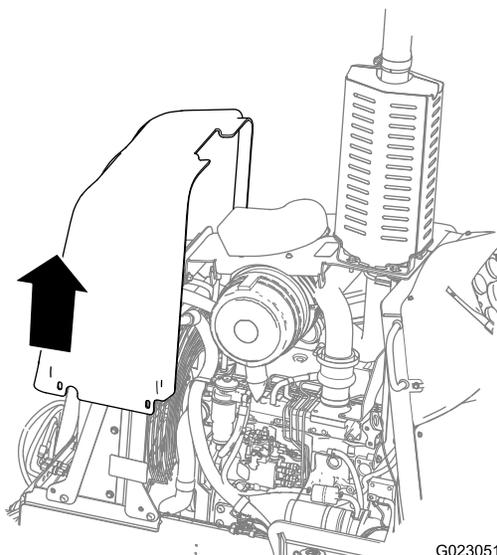

Figura 40
4. Levante el panel delantero y retírela de la máquina (Figura 40).
2. Baje el panel delantero sobre la máquina (Figura 40).